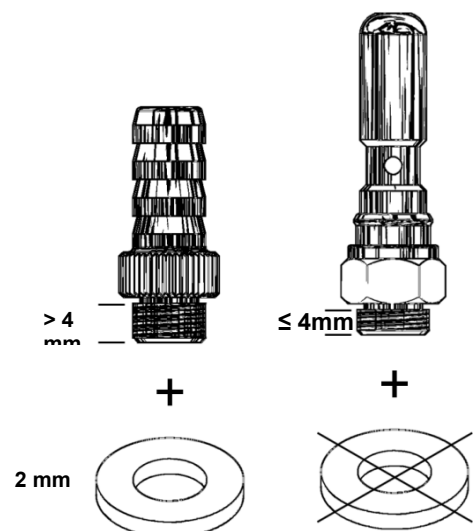

Abb. 6: Gewindelängen der Adapter
2. Ergänzen Sie bei Adaptern mit einer Gewindelänge > 4 mm so viele Unterlegscheiben, bis ein Gewindeüberstand von max. 4 mm erreicht ist (Abb. 6).